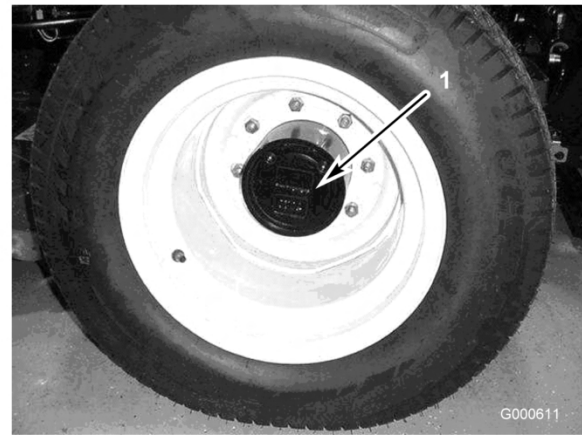

Figure 45
1. Placez la machine sur une surface plane et horizontale et tournez la roue de sorte que le bouchon de contrôle/vidange (Figure 45) se trouve à la position la plus basse.